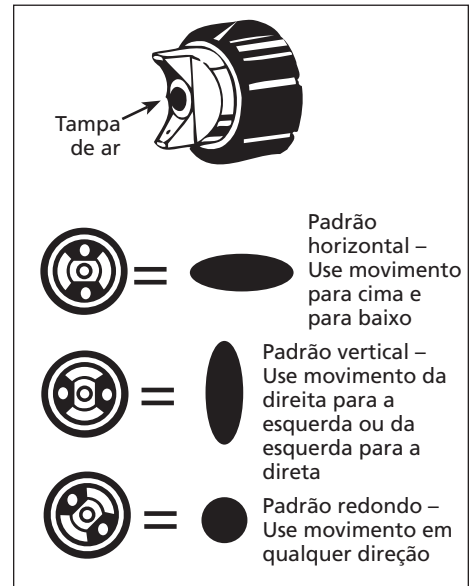

Figura 9 - Ajuste do padrão de pulverização
- Para ajustar o padrão da pulverização, gire a tampa de ar à posição de padrão desejada (Veja a Figura 9).